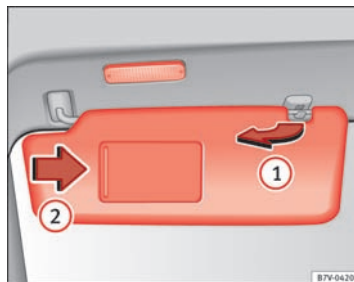

Fig. 63 Solskærm
- Mulighed for at trække solskærmen ud af holderen og dreje den i retning mod døren ⇒ Fig. 63 ①